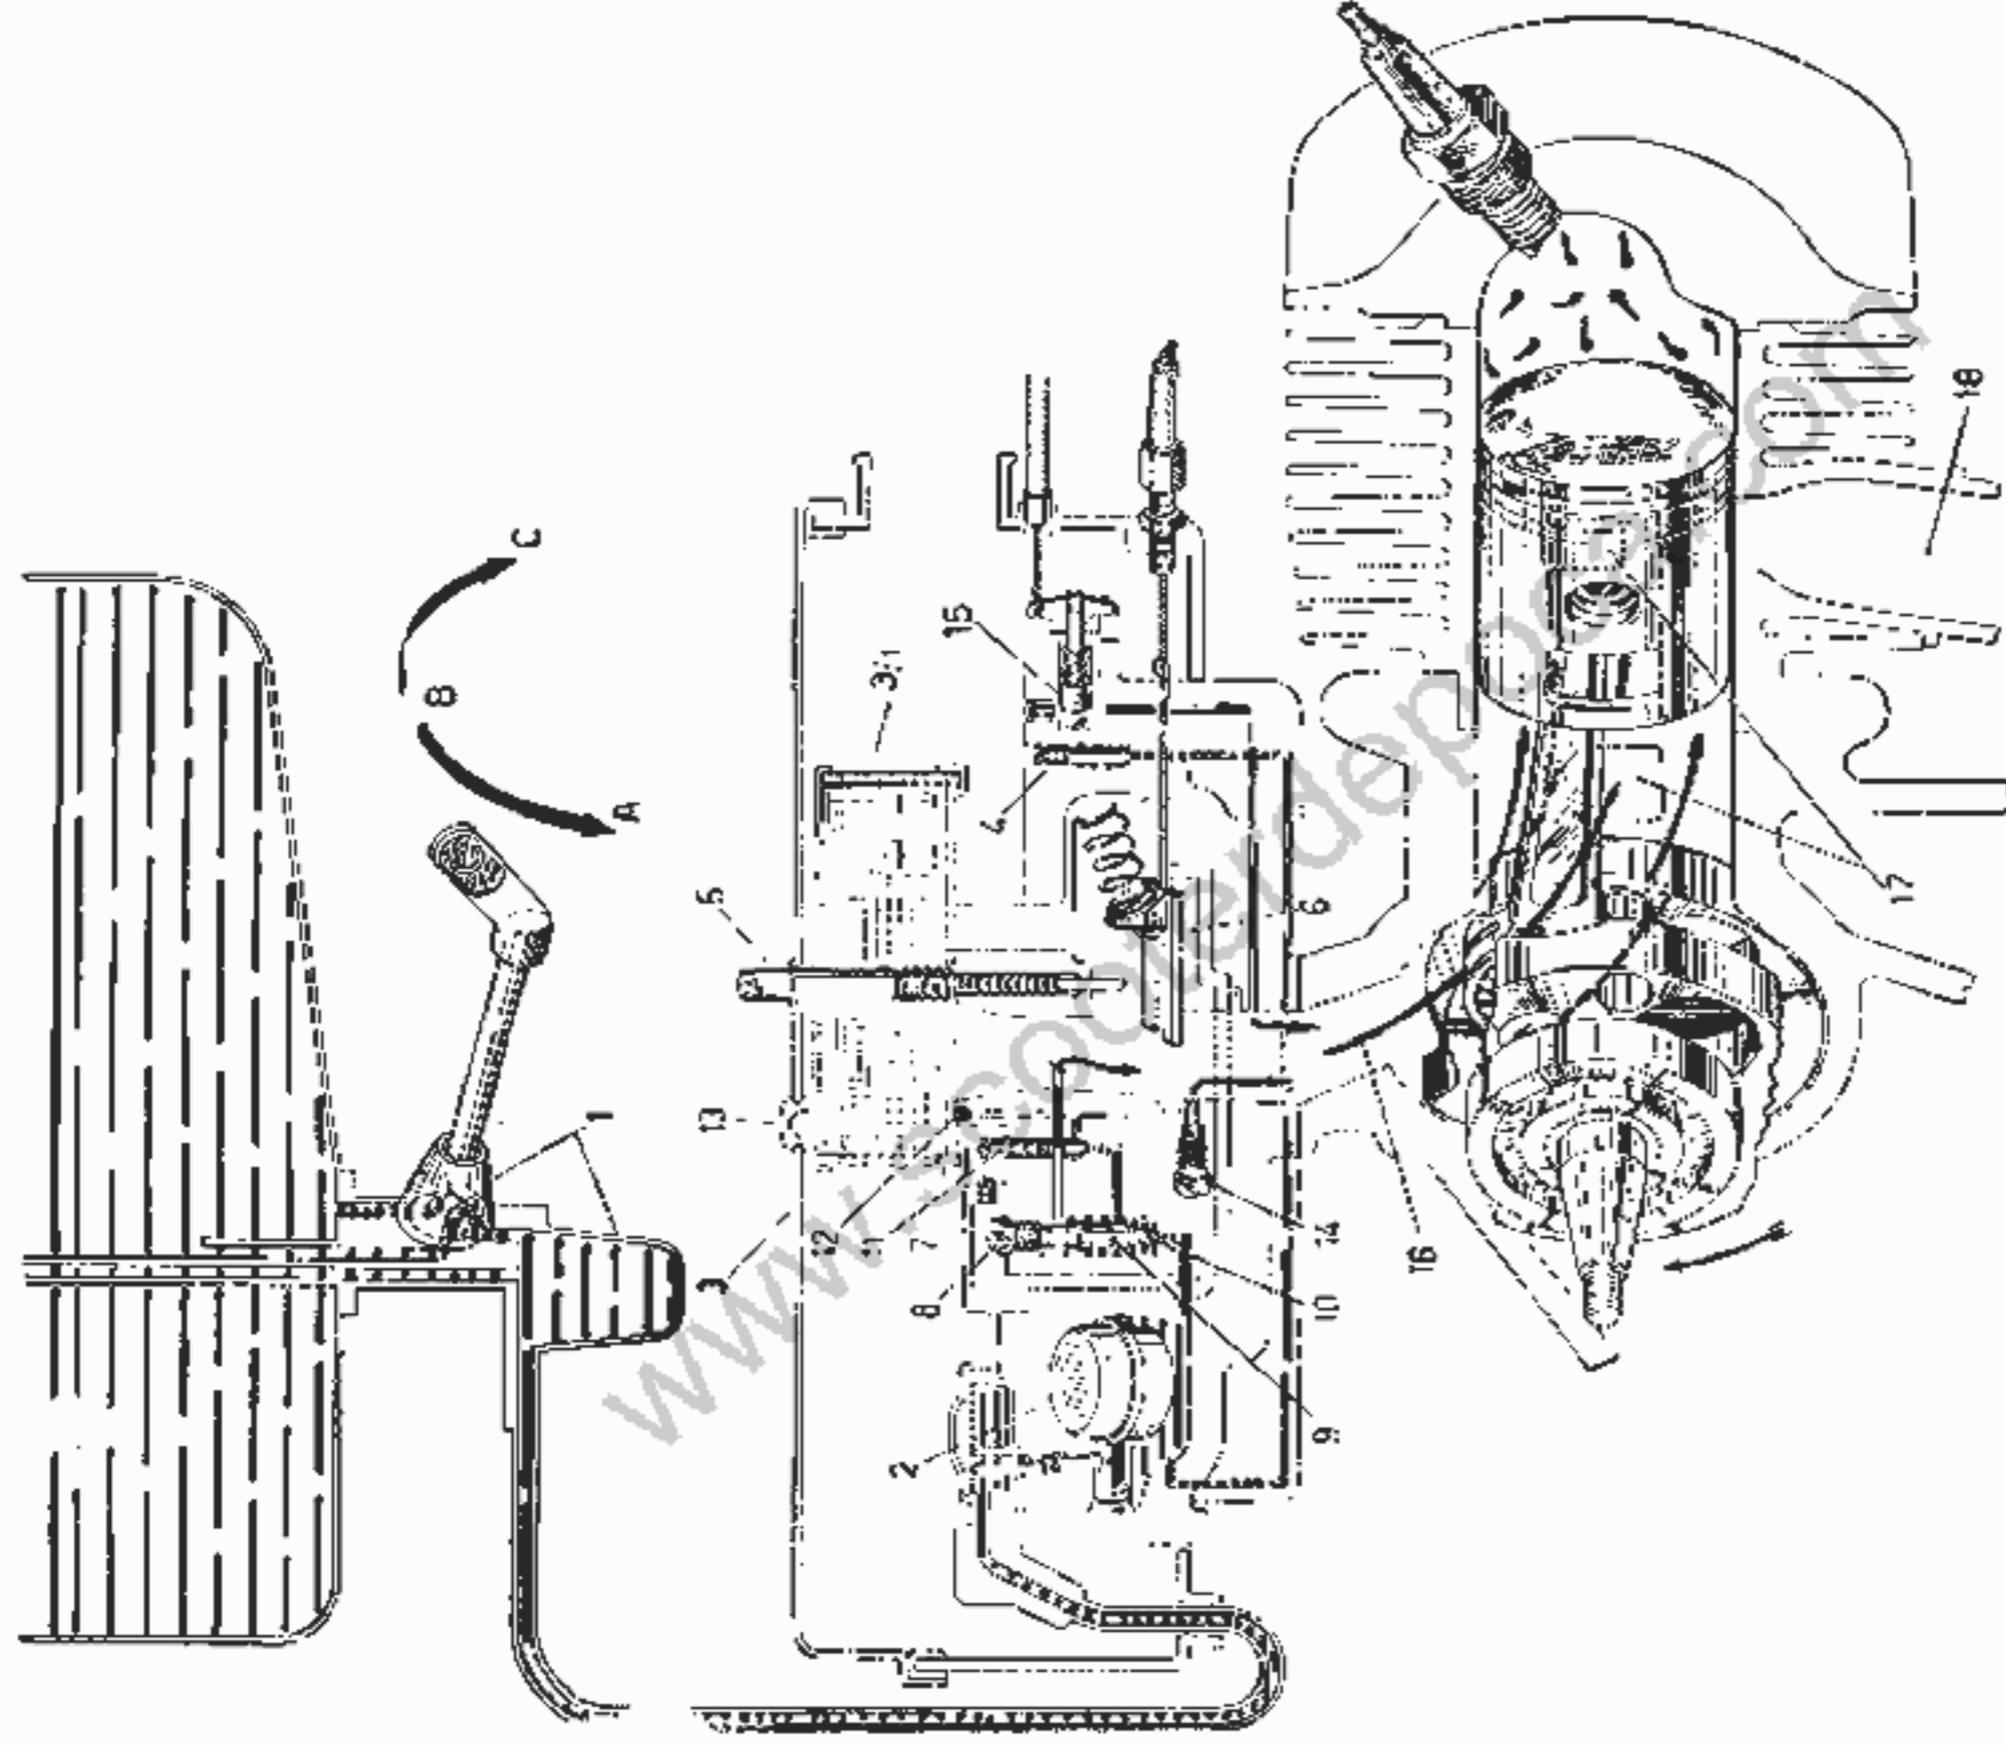

Fig. 9 - Schema dell'alimentazione e distribuzione
**Per regolare il minimo, avvitare o svitare la vite zigrinata uscente dal coperchio del depuratore (fig. 9, n. 5).**
- Sulla parete opposta al suddetto registro il depuratore ha un foro con tappo; smontato quest'ultimo si può accedere alla vite con molla che parzializza il condotto del minimo (fig. 9, n. 14). Per non influire sul funzionamento del motore ai bassi regimi, **non è consigliabile per il cliente** modificare la posizione di detta vite; in caso di necessità, rivolgersi alle Stazioni di Servizio.
- 2) - A motore fermo e con manopola comando gas completamente ruotata, immettere nel carburatore attraverso il foro sul depuratore aria (fig. 9, n. 13) 40 cm3 di olio **Essolube 30 MS** oppure **Esso Motor Oil 30**.